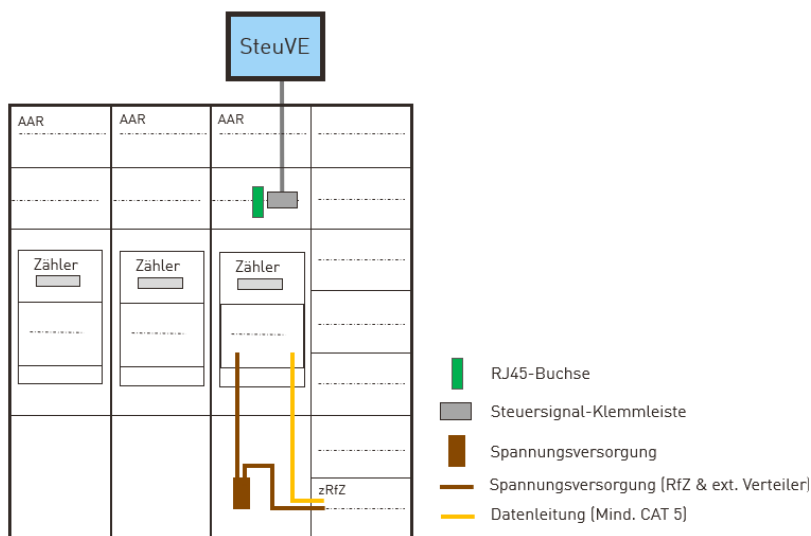

Abbildung 2: Vorbereitung Steuerung
1. Ist ein Verteilerfeld vorhanden, so ist die unterste Hutschiene als zRfZ zu verwenden. Für den zRfZ gelten die gleichen Anforderungen wie für den RfZ nach VDE-AR-N 4100 (ungemessene Spannungsversorgung inkl. Buchsenstecker, Kommunikationsleitung mit RJ45-Buchse, etc.). Siehe hierzu Ausführung in Abbildung 2.